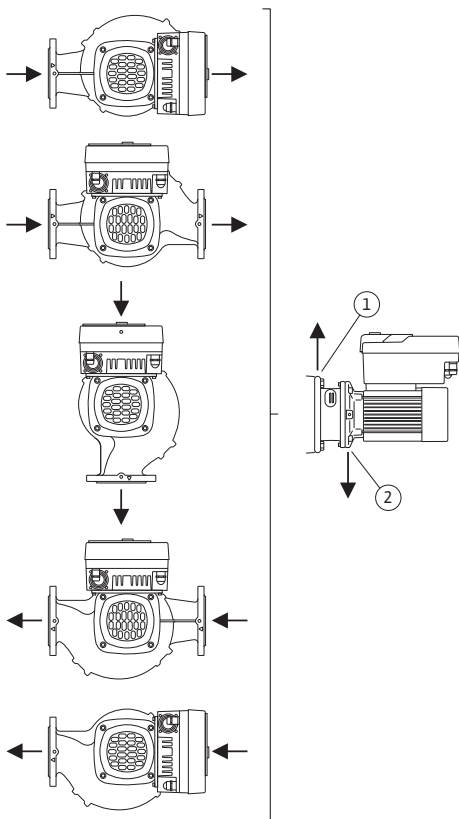

Fig. 10: Tilladte installationspositioner med horisontal motoraksel
De tilladte installationspositioner med vandret motoraksel og elektronikmodul, der vender opad (0°), er vist i Fig. 10.
Udluftningen af pumpen er optimalt sikret, hvis ventilationsventilen vender opad (Fig. 10, pos. 1).
I denne position (0°) kan dannet kondensat bortledes målrettet via eksisterende borer, pumpeplanterne samt motor (Fig. 10, pos. 2).
De tilladte installationspositioner med lodret motoraksel er vist i Fig. 10.